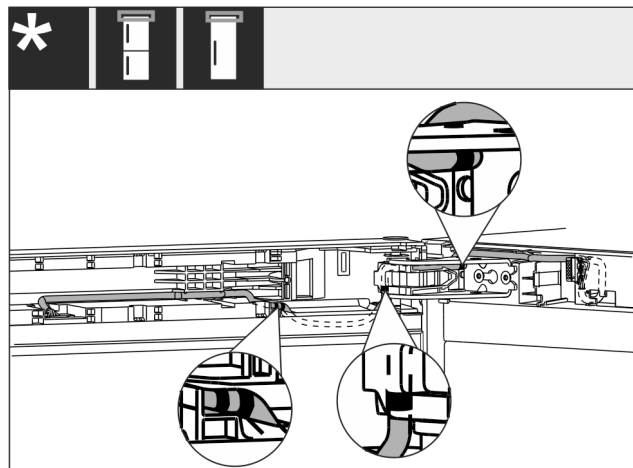

Fig. 61
- ▶ Pokládku kabelu je zobrazena na obrázku Fig. 61 ().